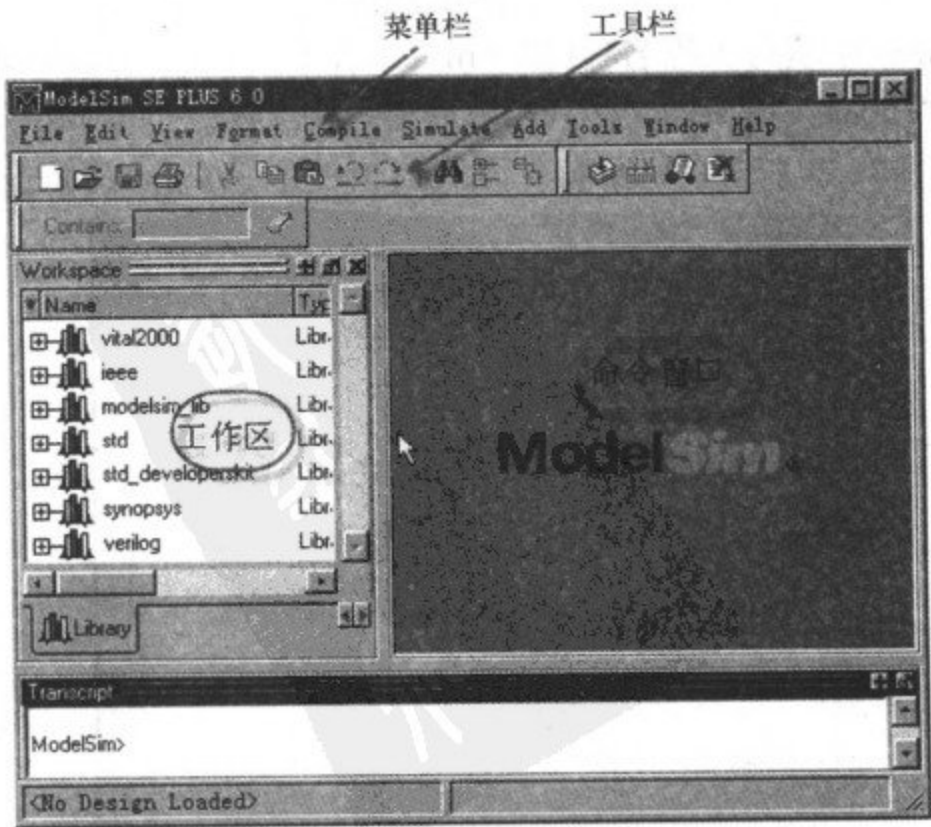

图 3-63 Modelsim SE 主窗口
(2) 之后进入 Modelsim SE 主窗口, 如图 3-63 所示。